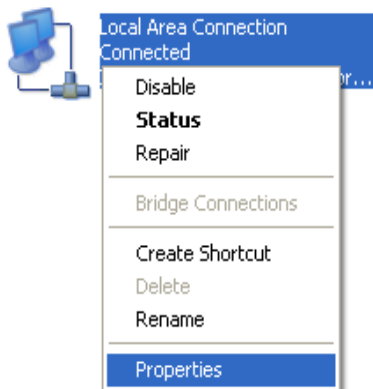

FIG. 14
3. Choisir l'icône pour la connexion réseau à utiliser pour communiquer avec le variateur de fréquence, cliquer-droite sur cet icône et choisir « Properties » (Propriétés). Voir FIG. 14.